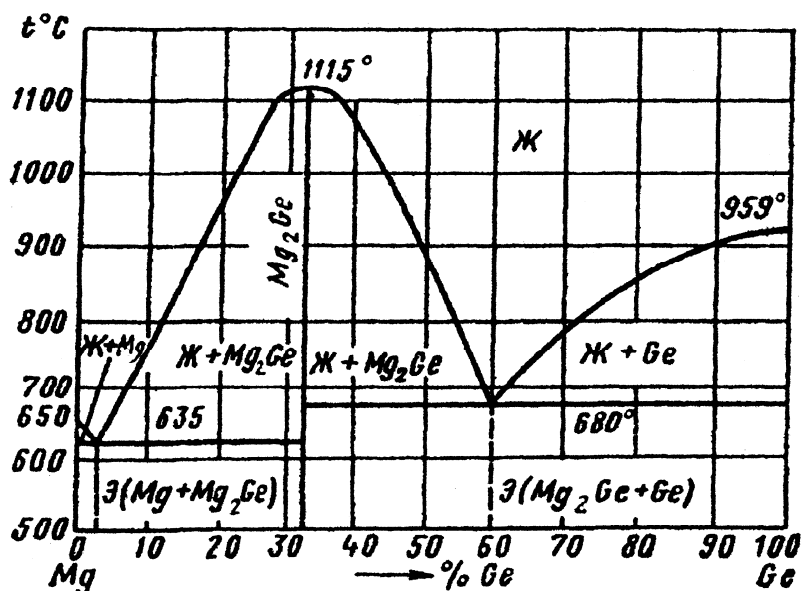

Рис. 7. Диаграмма состояния магний – германий (Mg – Ge)
3. Вычертите диаграмму состояния системы магний – германий (Mg – Ge). Опишите взаимодействие компонентов в жидком и твердом состояниях, укажите структурные составляющие во всех областях диаграммы состояния и объясните характер изменения свойств сплавов в данной системе с помощью правил Курнакова (рис. 7).